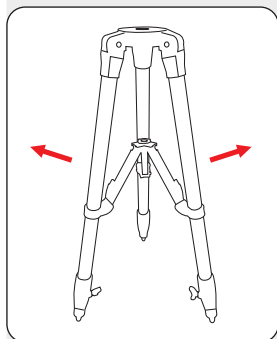

Fig. 4: Stativbeine spreizen
1. Packen Sie die drei oberen Stativbeinteile (3) und ziehen Sie diese vollständig nach außen (Fig. 4).